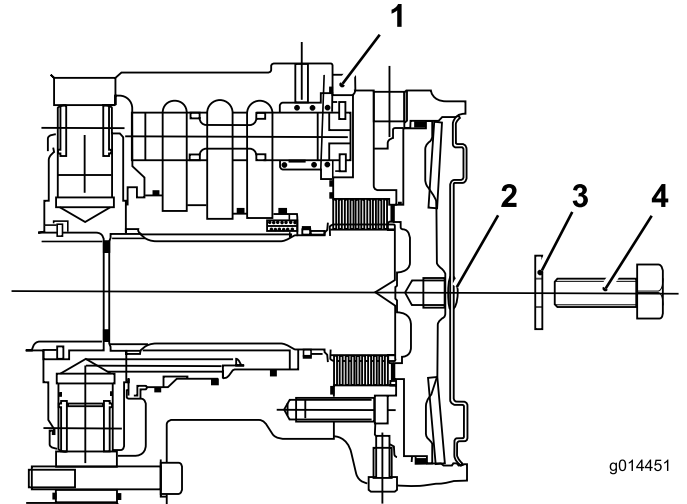

Bild 48
- C. Montieren Sie die Sechskant-Verschussschraube an die Motorendplatte (Bild 48).